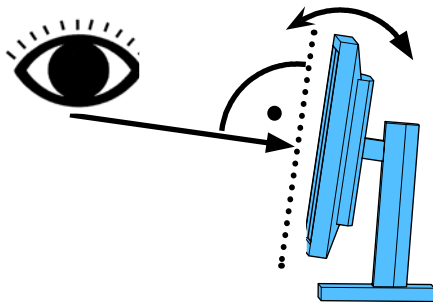

Fig. 8
- ⇒ Oriente el monitor de tal manera (inclinarse, girar sobre el pie de apoyo) que la dirección de visión se encuentre en todos los niveles verticalmente hacia el monitor (Fig. 8 / 9).